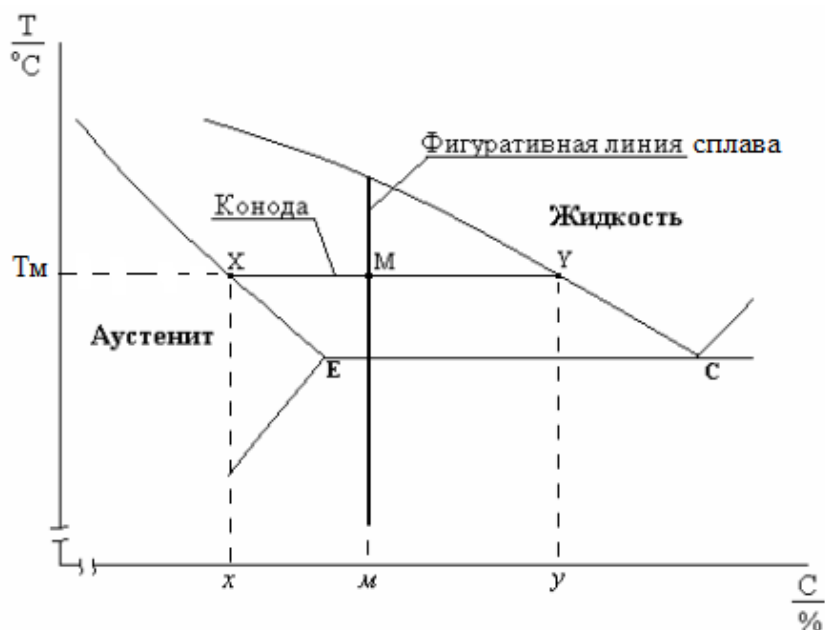

Рис. 3. К определению состава и количества фаз в сплаве при заданной температуре.
5. Химический состав фаз и количество фаз при заданной температуре определить с помощью правил коноды. Проекция начала и конца коноды на ось концентраций определяют состав фаз (см. рис.3), а величина отрезков на которые линия сплава делит коноду- определяют количество фаз. Для выполнения этого задания использовать диаграмму состояния, построенную в масштабе – рисунки 4-9.